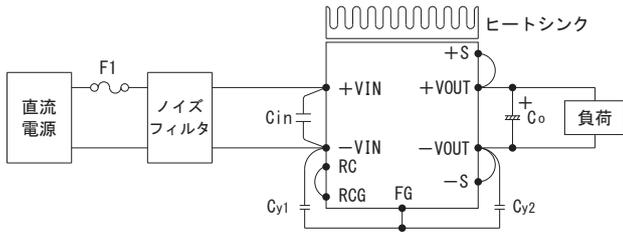

図 1.1 標準接続方法
- 電源を使用するためには、図 1.1 の接続と表 1.1 の外付け部品が必要です。
(2) ノイズフィルタ/接地コンデンサ
- 入力ラインでの帰還ノイズ低減、電源の安定動作のために、ノイズフィルタ、接地コンデンサ C_{y1}、C_{y2} を接続してください (図 1.1)。なお、ノイズフィルタの選定によっては、フィルタの共振やインダクタンスにより、電源動作が不安定になることがありますので、ご注意ください。
(3) 入力側外付けコンデンサ
- 入力ラインへの帰還ノイズ低減、電源の安定動作のために、入力側 +VIN と -VIN 間にコンデンサ C_{in} を接続してください (図 1.1)。
- 出力安定度向上のために、出力側 +VOUT と -VOUT 間にコンデンサ C_o を接続してください (図 1.1)。推奨容量を表 2.2 に示します。